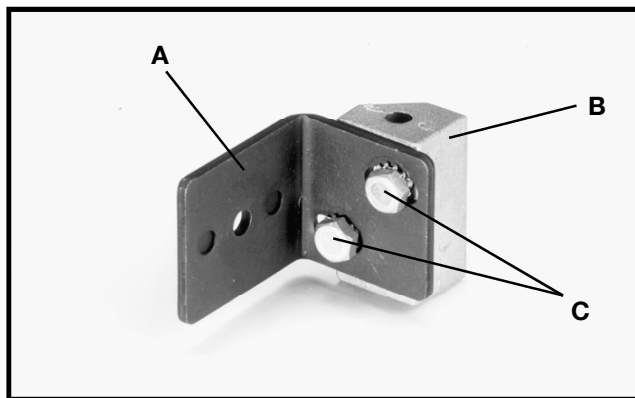

Fig. 9
3. Fixer le support du couteau séparateur (A) fig. 9, au support du couteau (B) à l'aide de deux vis à tête hexagonale 6,4 mm - 20 x 12,7 mm (1/4 po - 20 x 1/2 po) (C) et deux rondelles à denture extérieure de 6,4 mm (1/4 po) comme illustré. **REMARQUE : ne pas serrer complètement les vis (C) à ce moment.**